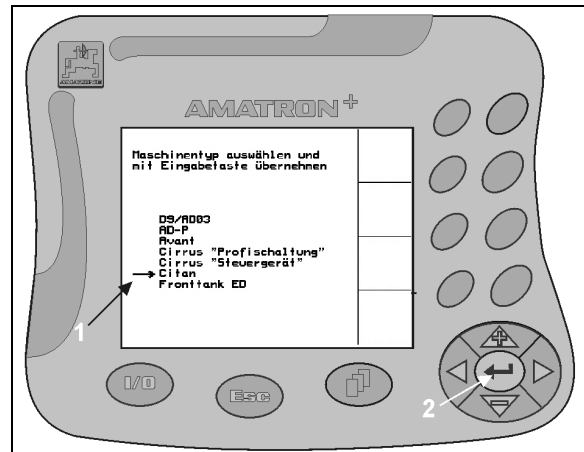

Fig. 16
- Posisjoner valgpilen (Fig. 16/1) med  og .
-  Ta i bruk utvalget (Fig. 16/2).